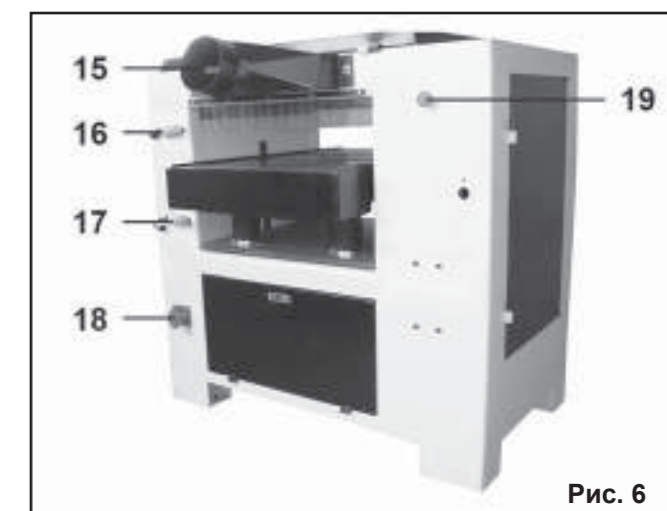

Рис. 6
7.2. Сборка станка (Рис. 6 - 7)